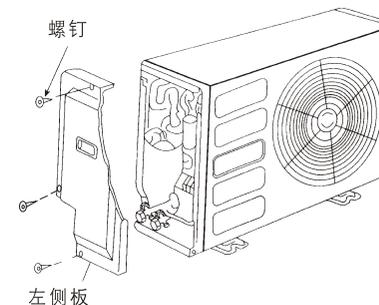

图23
- (1) 将左侧板拆开。(如图23)
- (2) 将截止阀的纳嘴与密封帽拆开。